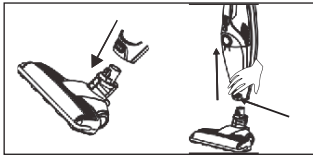

Abb. 4
- Die komplette Bürste (8) in die Buchse (7) einsetzen. Um die Bürste zu entfernen, drücken Sie die Verriegelung (6) und schieben Sie sie heraus - **Abb. 4**.